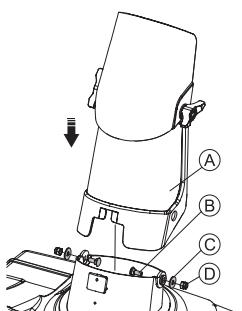

Рис. 4
- Извлеките из основания желоба два болта M6 x 16 (B), две шайбы (C) и две стопорные гайки (D). Установите на основание желоба дефлектор (A) и зафиксируйте его с помощью извлеченного из основания желоба крепежа (Рис. 4).